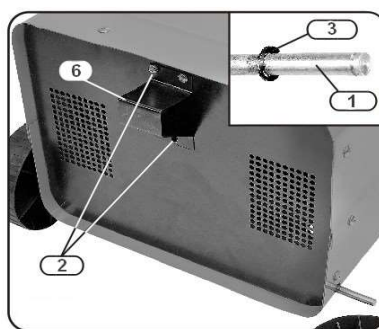

Рис. 1: применение
1. Осторожно положите пуско-зарядное устройство на ровную поверхность (см. рис. 1).
2. Установите стойку(6) так, как указано на рис. 1.
3. При помощи крестовой отвёртки и винтов(2) из комплекта зафиксируйте стойку(6).
4. Установите стопорные кольца(3) на ось (1) (рис. 1).